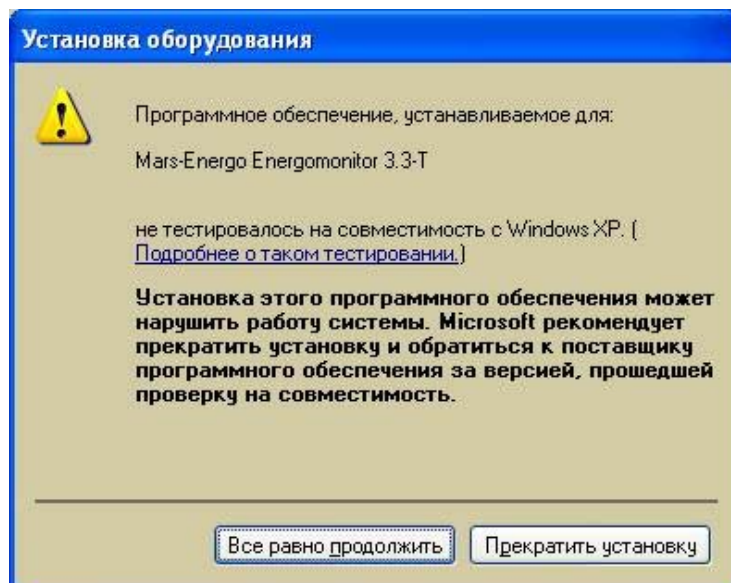

Рис. 5
5. После нажатия на кнопку «Далее >» появится предупреждающее окно (рис. 5). **ВНИМАНИЕ**, обязательно выберите вариант «Все равно продолжить». После этого начнется копирование файлов драйвера USB.